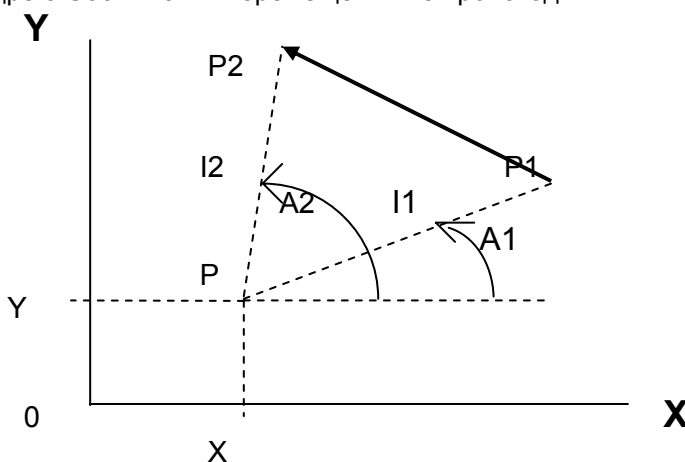

Рис. 3.
Координаты точки в полярной системе координат задаются с помощью расстояния (I) от фиксированной точки, называемой полюсом (P), до заданной точки (P1) и угла между горизонтальной осью и направлением от полюса на заданную точку (A) (рис. 3). При этом нужно иметь в виду, что в полярной системе координат возможна только плоскостная обработка.